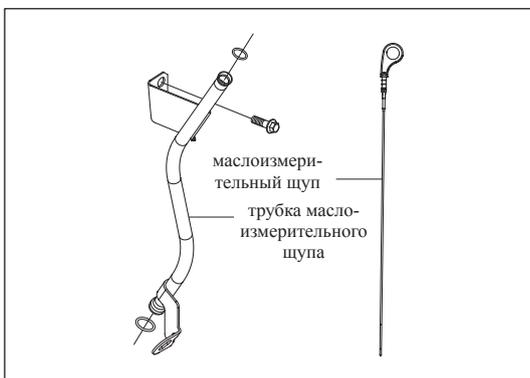

Рис. 11-3-5. Проверка уровня масла при помощи маслоизмерительного щупа
- (1) Проверить маслоизмерительный щуп и трубку щупа на наличие повреждений, а также проверить уплотнительное кольцо на наличие следов износа, как изображено на рис. 11-3-5; при необходимости заменить соответствующие детали.
- (2) Проверить сетчатый фильтр и маслоуловитель на наличие повреждений; при наличии повреждений заменить маслоуловитель.